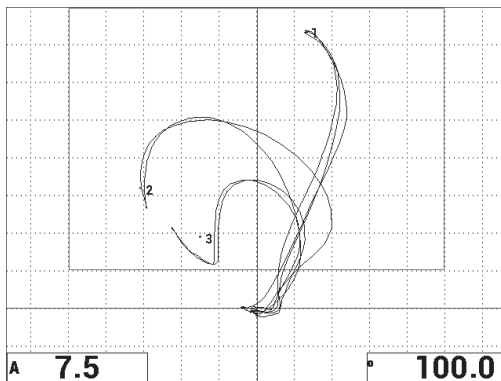

图 6-52 在脱粘缺陷上的第二次扫查
14. 按**全屏/下一组**键（），显示全屏，然后慢慢地在脱粘缺陷上扫查，并确保点仍然与信号匹配（参见第148页的图6-52）。